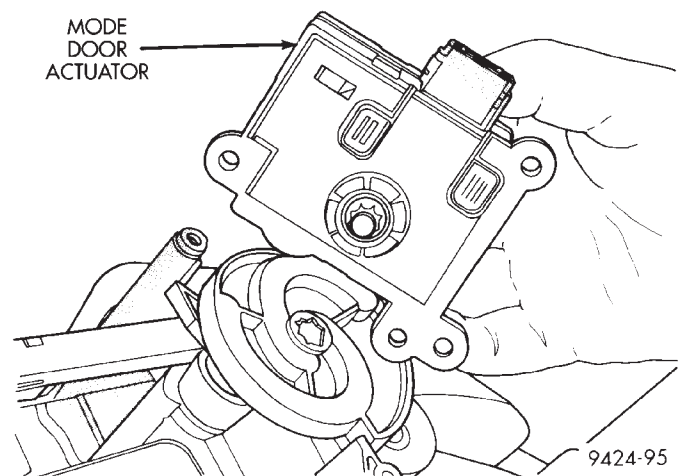

**Fig. 95 Mode Door Actuator**
(23) Install mode door actuator (Fig. 95).